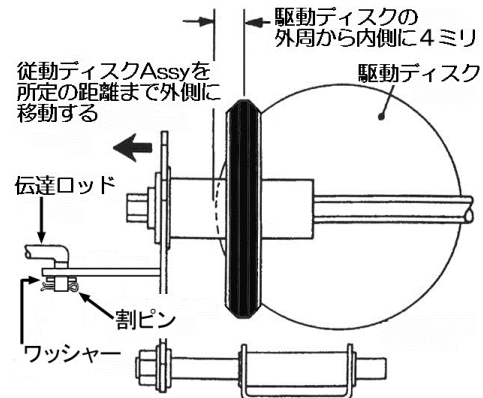
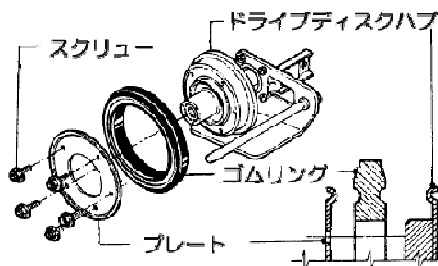

図 6-9
図 6-12A
4. 従動ディスクを駆動ディスクの端から3~4ミリの位置にセットします。(図6-9)
8. 変速レバーをいったん低速に入れてから高速に戻します。従動ディスクと駆動ディスクの端の距離(3~4ミリ)が狂っていないか確認します。(図6-9)
④ 従動ディスクラバーの交換
3. 駆動ディスクとゴムのリングを固定する5本のスクリューとプレートを外します。(図6-12A)
⑤ 従動ディスクのベアリングの交換
1. 伝達ロッドからピンとワッシャを取り外し、ドライブディスク Assy の穴から伝達ロッドを取り外します。(図6-9)